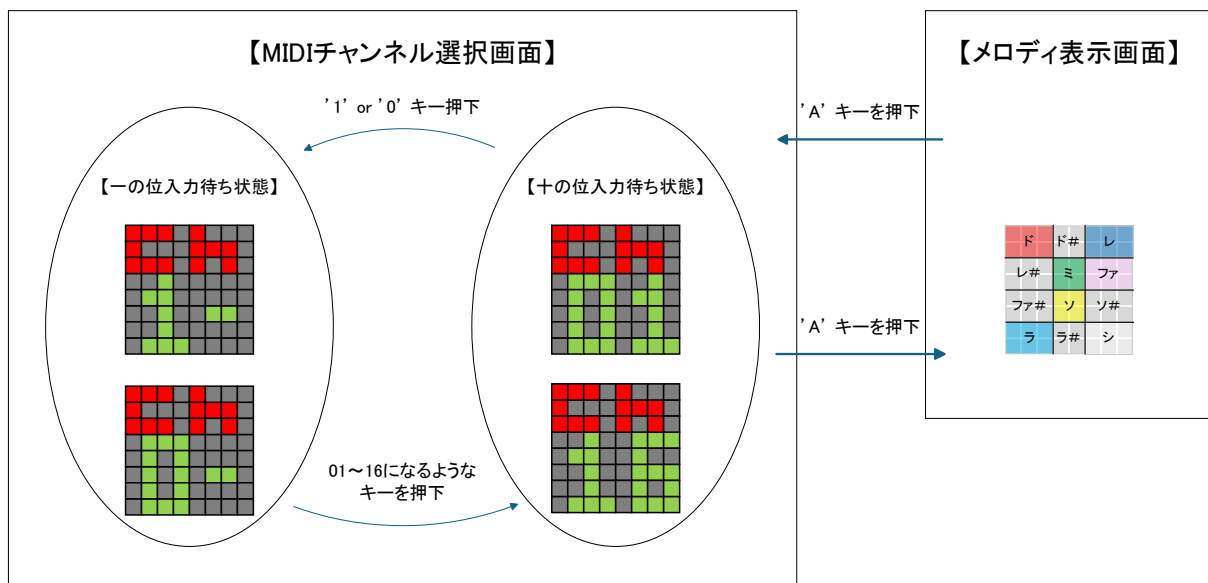

図 1-9 発音対象 MIDI チャンネルの設定、変更の状態遷移
- MIDI チャンネル変更モードへは図 1-9 に示すとおり、メロディモードで“A”キー押下で切り替えることができます。